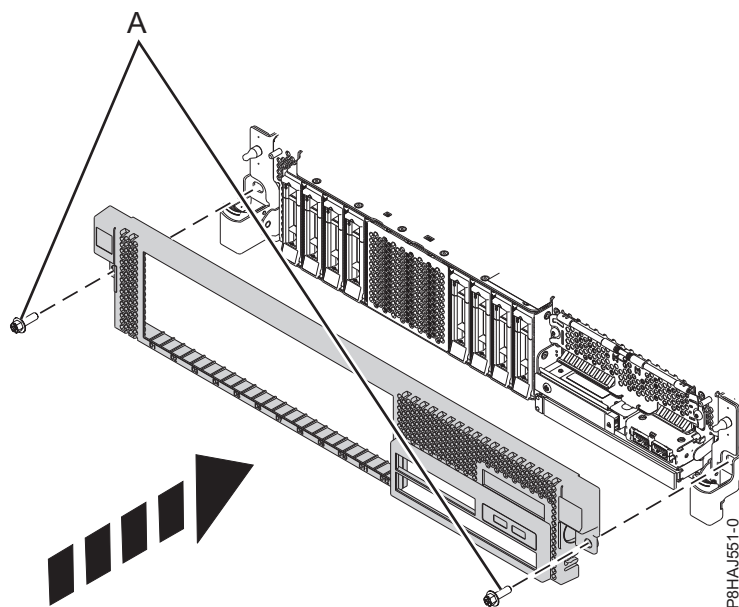

Figura 29. Instalando a Tampa Frontal
3. Feche as travas de liberação, empurrando na direção mostrada na Figura 29 na página 47. A tampa se encaixa no lugar e possui uma indentação pela qual é possível segurá-la mais facilmente.
4. Substitua os parafusos de remessa (A).